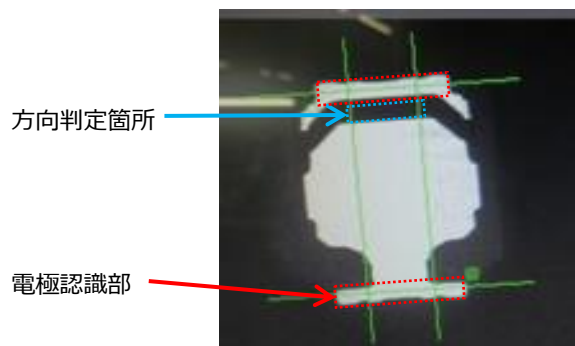

図9. 電極端子認識 (推奨)
- 電極形状が認識し辛い場合は電極端子の外側 (図9. 部分) を認識してください。
- LEDの方向判定を行う場合、アノード-カソード電極間 (図9. 部分) に判定枠を設定してください。この部分の輝度で電極の有無を確認します。